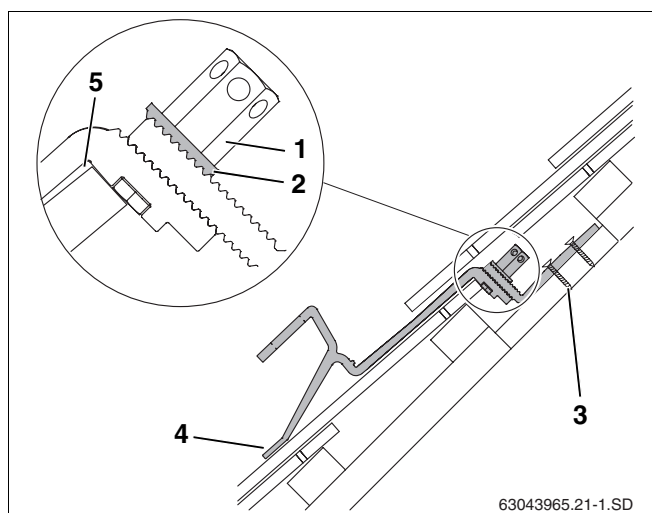

Fig. 19 Gancho para telhados instalado. Apresentação de secção com parte inferior do gancho para telhados encurtada.
- ▶ Colocar o apoio à frente sobre as telhas de forma a que assente em caso de carga (fig. 19, **item 4**).
O gancho para telhados deve ter uma pequena folga no canto superior da telha (fig. 19, **item 5**). Eventualmente, alinhar a telha em cima.
A anilha dentada (fig. 19, **item 2**) deve encaixar na parte inferior dentada do gancho para telhados.
- ▶ Apertar a porca sextavada comprida (fig. 19, **item 1**). Para o efeito, introduzir a chave SW5 no furo da porca sextavada e rodar.
- ▶ Apertar a parte inferior do gancho para telhados, pelo menos, no primeiro (fig. 19, **item 3**) e segundo furos ao caibro, com parafusos adequados.